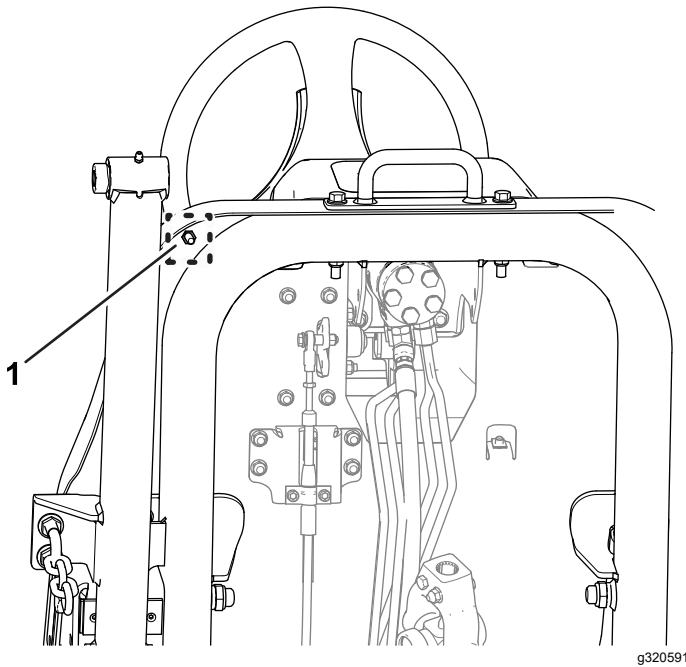

Figure 82
- B. Desserrez l'écrou de blocage au bas du repose-pied (Figure 82).
- F. Tout en maintenant la butée de la pédale de déplacement, serrez l'écrou de blocage au bas du repose-pied (Figure 81 et Figure 82) à un couple de 37 à 45 N·m.